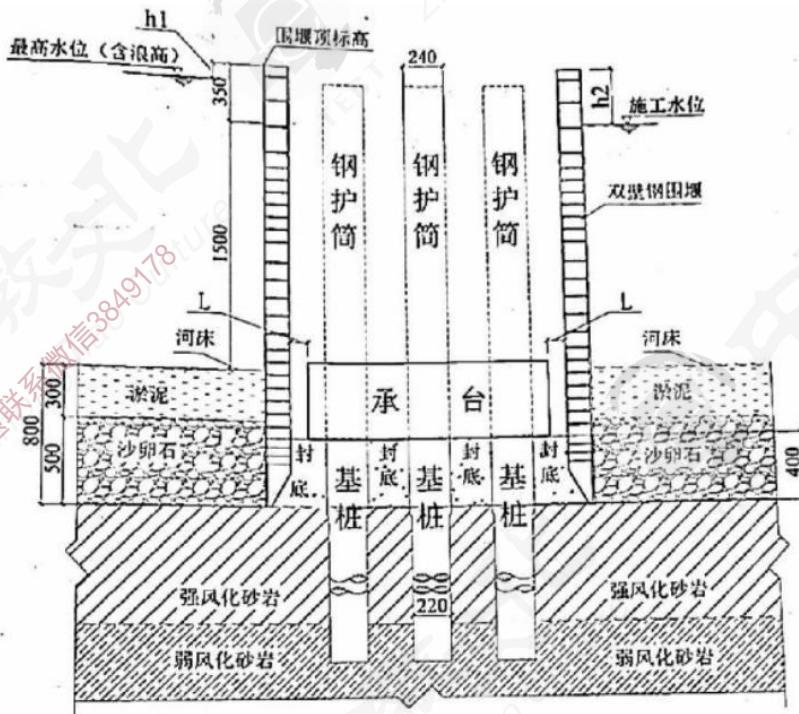

图3 2#桥墩基础施工示意图（单位：cm）
某施工单位承建一座平原区跨河桥梁，主桥上部结构为(70+120+120+70)m的连续箱梁，对应的桥墩编号依次为0#、1#、2#、3#、4#。0#桥墩和4#桥墩位于河滩岸上，基础均由4根40m长、直径2.0m的柱基础和方形承台组成，桩基础穿越的地层从上至下依次为粘土、砂土、砂卵石、强风化砂岩及弱风化砂岩。1#桥墩、2#桥墩和3#桥墩位于水中，基础均由7根直径2.2m的柱基础和圆形承台组成，其中1#桥墩和3#桥墩的桩长为60m，深水区域2#桥墩的桩长为70m。2#桥墩桩基础施工如图3所示，图中h1为围堰顶与最高水位的竖向间距I为围堰内边缘与承台边缘的水平距离。桩基础穿越的地层从上至下依次为3m深的淤泥、5m深的砂卵石、强风化砂岩及弱风化砂岩。施工单位进场后根据实际情况编制了桥梁基础的施工方案，其中部分技术要求如下：
- 写出图3中L、h1的技术要求（以m为单位）。说明事件四中围堰渗漏的原因及封底混凝土厚度计算重点还应考虑的其他两个因素。